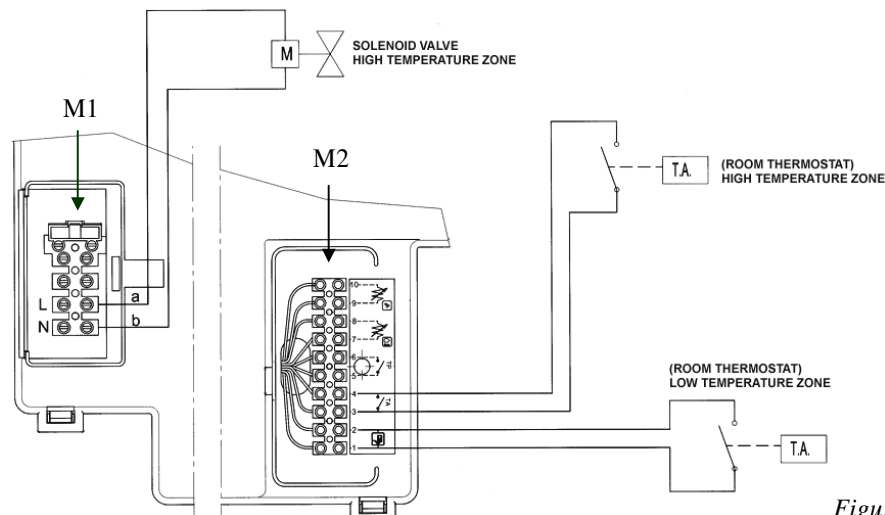

Figure 3
- Zonski ventil ili pumpa mora biti napajan sa kontakta a-b terminal M1 figure 3.
- Sobni termostat se priključuje na kontakt 3-4“TA” terminal M2 figure 3. most između kontakata 3-4 mora biti otklonjen.
- Sobni termostat se priključuje na kontakt 1-2“TA” terminal M2 figure 3
- Zonski ventil ili pumpa mora biti napajan sa kontakta a-b terminal M1 figure 3. • Sobni termostat se priključuje na kontakt 3-4“TA” terminal M2 figure 3. most između kontakata 3-4 mora biti otklonjen.
- Sobni termostat mora biti priključen na priključak 1-2 of terminal M2 in figure 3.